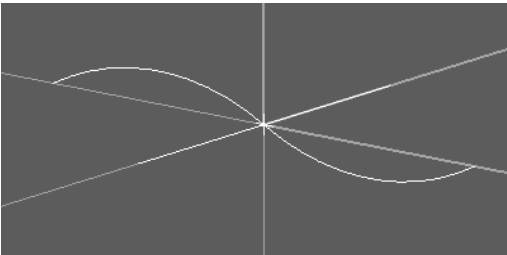

图 1-101 2D 扫描加工建模
- 2) 将萤幕切换到俯视图，以 X0 Y30、X0 Y-30 两点作直线，图形如图 1-101 所示。